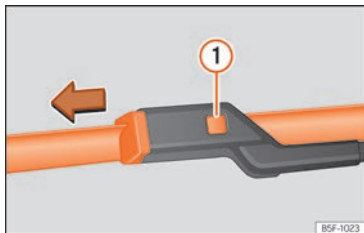

Abb. 161 Scheibenwischerblätter vorne auswechseln.
- Die Entriegelungstaste >>> **(Abb. 161)** ① gedrückt halten und gleichzeitig das Scheibenwischerblatt vorsichtig in Pfeilrichtung abziehen.